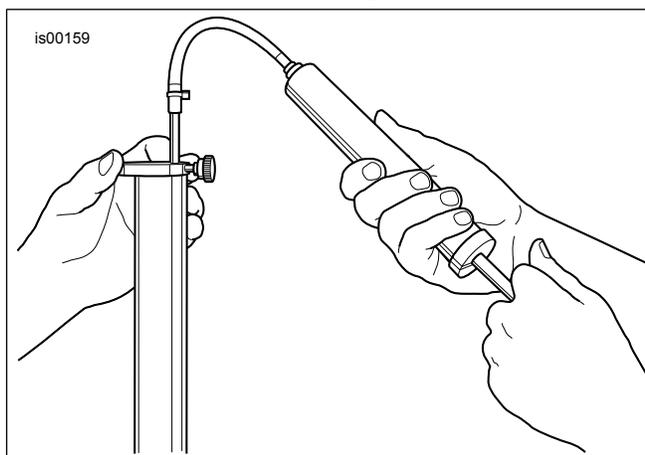

Figure 6. Retirer l'excédent d'huile de fourche
- d. Voir la Figure 6. Insérer la tige dans le tube de fourche jusqu'à ce que l'anneau métallique repose à plat sur le bord du tube et que le tube de fourche extérieur se trouve poussé tout en bas.
13. Visser le contre-écrou (17) vers le bas sur la cartouche jusqu'à ce qu'il ne puisse plus descendre.
14. Remettre le ressort (8) en place dans le tube de fourche.
16. Appuyer vers le bas sur le ressort (8) et installer la plaque d'extrémité du ressort (11) entre le ressort et le contre-écrou (17) avec le côté concave vers le haut.
17. Installer le bouchon de fourche (6) sur l'ensemble de cartouche. Visser à fond le bouchon jusqu'à ce qu'il ne puisse plus descendre, puis visser le contre-écrou (17) vers le haut sur le bouchon et serrer.